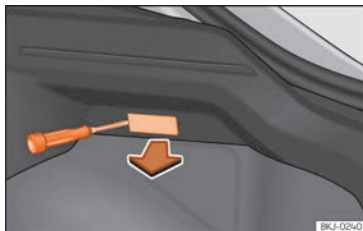

Fig. 62 Éclairage du coffre à bagages.
- Retirez la tulipe en faisant pression sur le rebord de la partie intérieure de celle-ci à l'aide d'un tournevis plat »» fig. 62.